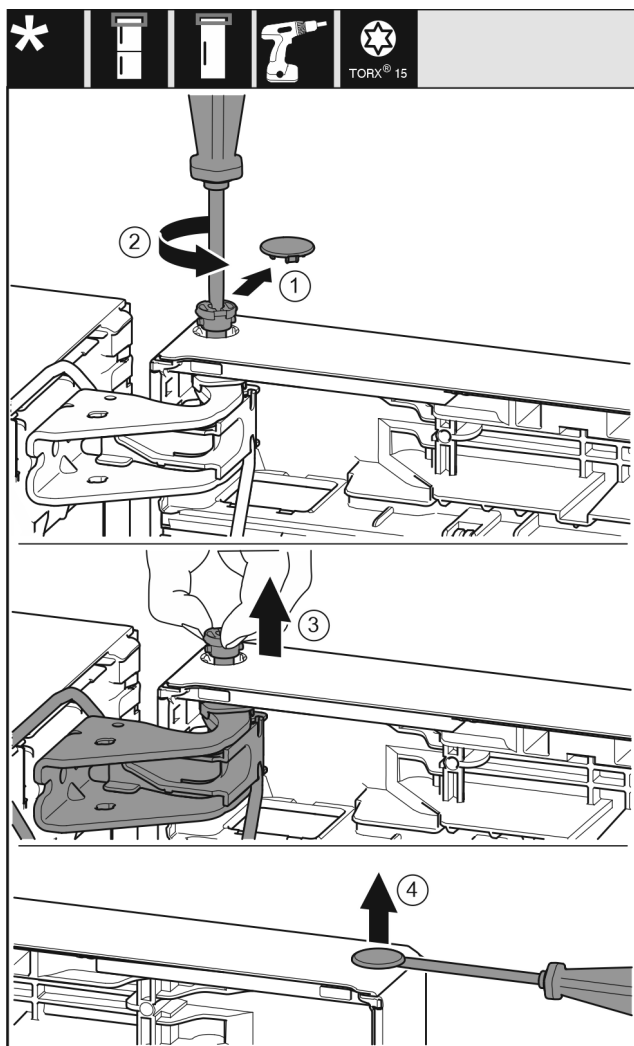

Fig. 22
- ▶ Previdno snemite varovalni pokrov. Fig. 22 (1)
- ▶ Sornik nekoliko izvijte z izvijačem T15. Fig. 22 (2)
- ▶ Držite vrata in s prsti izvlcite sornik. Fig. 22 (3)
- ▶ S ploščatim izvijačem previdno dvignite čep iz ležajne doze vrat in ga izvlcite. Fig. 22 (4)